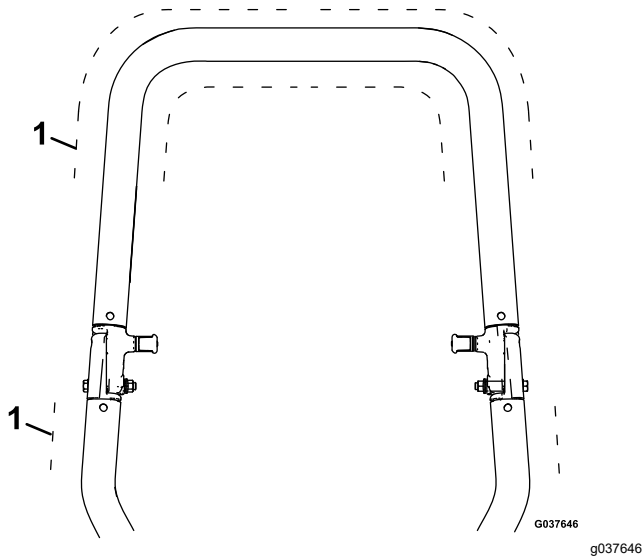

Bild 1
2. Befestigen Sie die 2 Rohrklammern am Überrollbügel an der gewünschten Stelle (Bild 1).